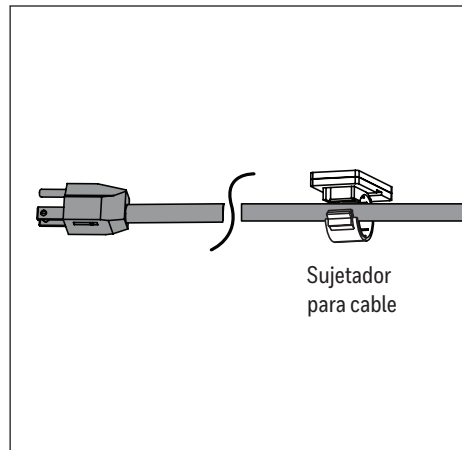

Figura 1.8
- Asegure cada sujetador de cable al techo. Luego, inserte el cable en cada sujetador y presione el sujetador para cerrarlo con el fin de asegurar el cable. **Nota:** deje la holgura adecuada cerca del ventilador para permitir que el ventilador gire o se incline (Figura 1.8).